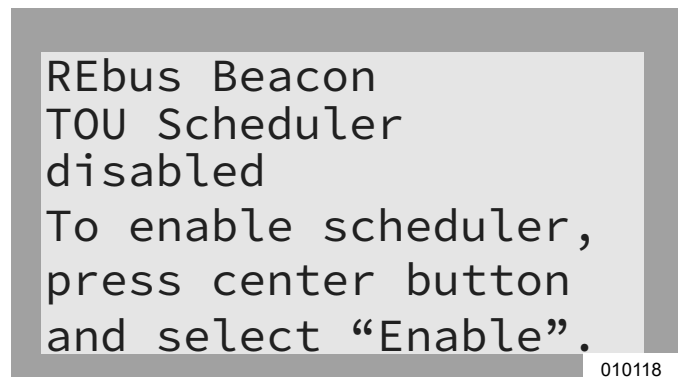

Figure 6-26. Désactiver l'horaire TOU (3 de 3)
4. Voir Figure 6-26. La ligne d'état de la page Beacon affiche « disabled » (désactivé).